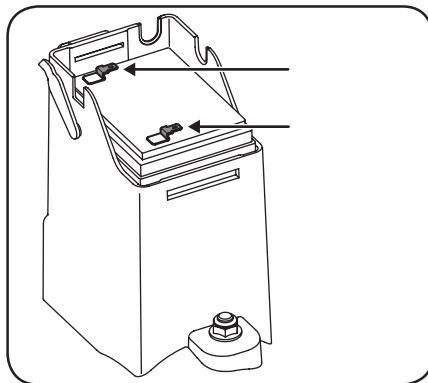

Figura 4-11
- Reemplace con una nueva batería. Conecte el conductor positivo (rojo) al lado positivo del paquete de batería, luego conecte el conductor negativo (negro) al lado negativo. Vea la Figura 4-11.